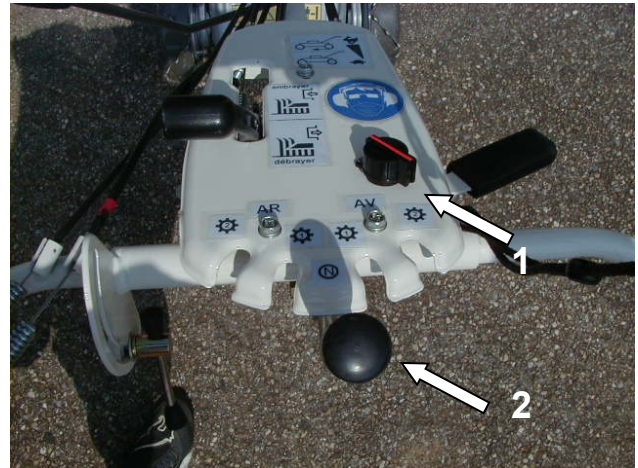

Figure 4
Il permet de sélectionner la vitesse d'avancement (Figure 4 repère 2). La position (N) correspond au point mort. Deux vitesses avant, et deux vitesses arrière sont disponibles. Placez le levier en position 1, lorsqu'il y a une grande quantité à couper. Placez le levier sur 2 pour un déplacement, ou pour du travail plus léger.